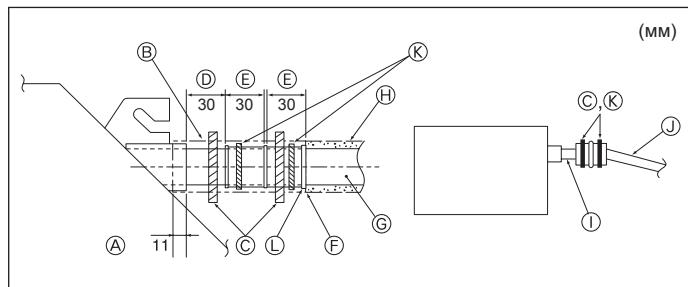

Fig. 3-5
- ⑩ O. D. ø32 PVC TUBE
- ⑪ Make it as large as possible
- ⑫ Internal device
- ⑬ Install large-diameter pipes for grouped pipes
- ⑭ Slope down (1/100 or more)
- ⑮ Ø. D. ø38 PVC TUBE for grouped pipes (9 mm insulation or more)
- ⑯ Up to 500 mm
1. Подсоедините соединительную муфту для дренажа (входит в комплект поставки прибора) к дренажному порту. (Fig. 3-5)